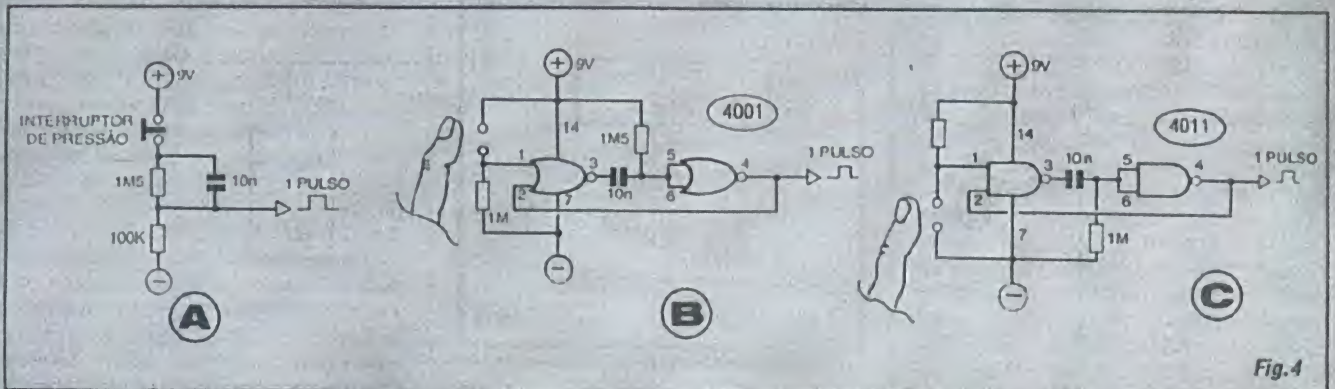

Fig. 4
- FIG. 4-A - GERADOR "PASSIVO" DE PULSO INDIVIDUAL... - Sem nenhum componente ativo, o arranjo pode gerar pulsos individuais (*um* pulso a cada pressão sobre o *push-button* N.A.) capazes de excitar "manualmente" a Entrada de um 4017...
- FIG. 4-B - MONOESTÁVEL COM GATES NOR - Dois *gates* NOR, dois resistores e um capacitor, formam um gerador de pulso individual bastante prático... A cada toque do dedo sobre o par de sensores (que pode, se preferido, ser substituído por um simples interruptor de pressão N.A.), *um* pulso (cuja "largura" é dependente dos valores do resistor/capacitor entre os pinos 3 e 5-6...) é enviado à Entrada de um 4017...
- FIG. 4-C - MONOESTÁVEL COM GATES NAND - Agora com dois *gates* NAND, outro gerador de pulso individual bastante prático, de toque (ou com *push-button* N.A., que *pode* substituir os contatos específicos...), valendo as mesmas considerações feitas para o MONOESTÁVEL COM GATES NOR... Nos casos 4-A, 4-B e 4-C, através do conveniente dimensionamento da *largura* dos pulsos gerados (sempre dependente dos valores dos resistores/capacitores mencionados...), estes podem ser facilmente adequados a qualquer parâmetro prático requerido pela aplicação...